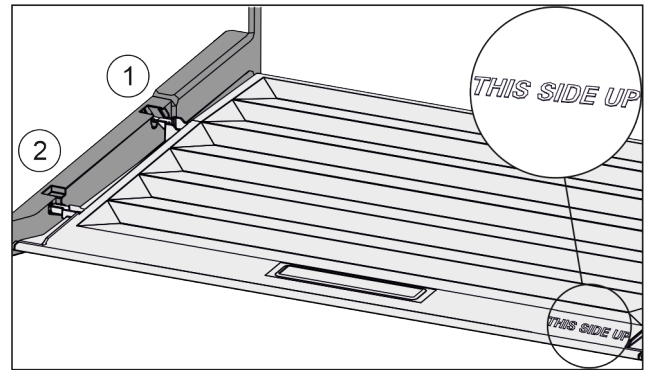

Fig. 35
- ▶ Dekselranden via de opening van de achterste houder Fig. 35 (1) aanbrengen en van voren in de houder Fig. 35 (2) klikken.